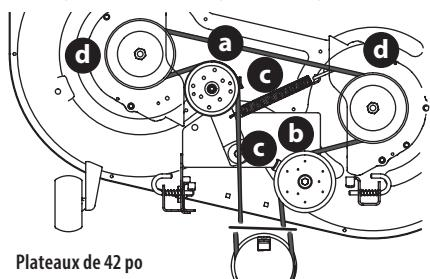
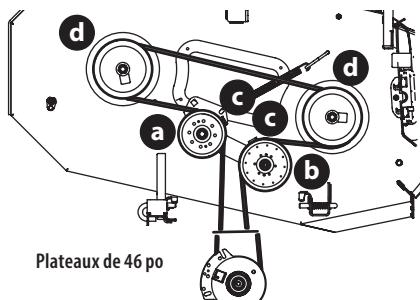
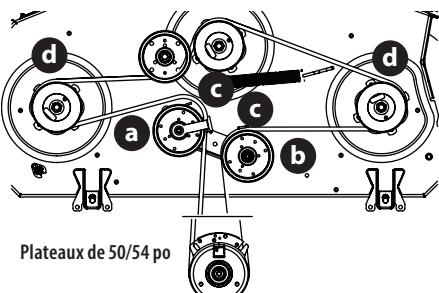
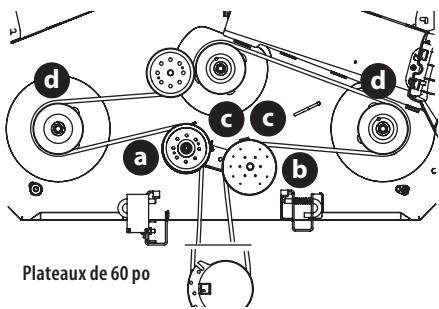

Figure 42
Figure 43
Figure 44
Figure 45
2. Desserrez la quincaillerie de la poulie de tension droite (a) et de la poulie de tension gauche (b), mais ne la retirez pas. Voir Figure 42 pour les modèles dotés d'un plateau de coupe de 42 po, Figure 43 pour les modèles dotés d'un plateau de 46 po, Figure 44 pour les modèles dotés d'un plateau de 50 et 54 po et Figure 45 pour les modèles dotés d'un plateau de 60 po.